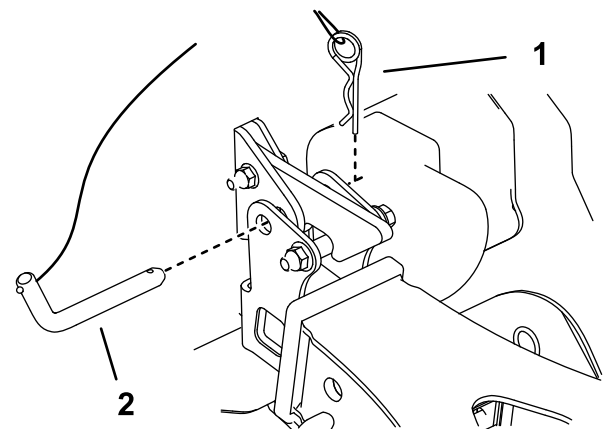

Figura 18
5. Retire el pasador de enganche y la chaveta que sujetan el conjunto del soplador al receptor de enganche (Figura 18).